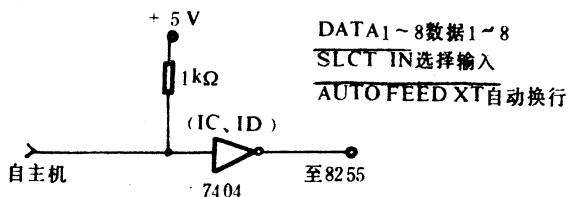

图 2-13 接口逻辑(输入)图
NEC P7 打印机采用的是标准的 CENTRONICS 并行接口,输入接口由 7404 组成(如图 2-13),输出电路是 7405,接口芯片用 8255。
**故障分析与维修** 由于自检打印正常,所以走纸机械部件是正常的。开始怀疑 SW-8(自动换行)设置有错,但调节该开关后故障仍然如旧。查图 2-13 并口第 14 脚  $\overline{\text{AUTO FEED XT}}$ (该脚低电平时,打印机在每打一行后自动加一换行)一路,发现芯片 ID(7404)的 2 脚为不可靠电平(悬空),估计是该脚串入了不可靠电平而产生误动作。为应急用,将该脚直接接地,后联机打印恢复正常。